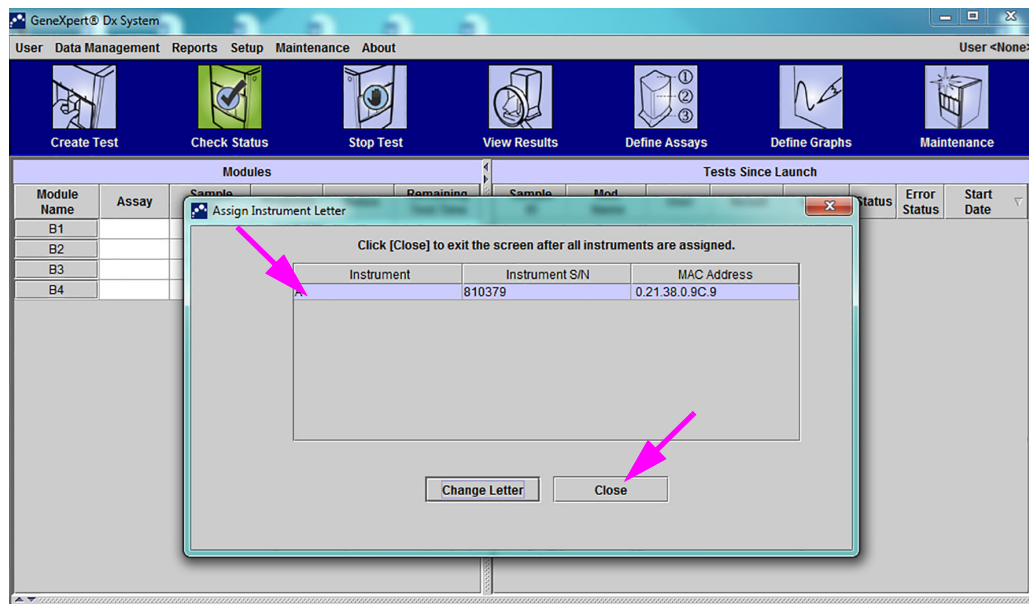

Figura 2-59. Fereastra sistemului GeneXpert Dx cu caseta de dialog Alocare literă instrumentului suprapusă
7. Faceți clic pe **Închidere (Close)** pentru a închide caseta de dialog Alocare literă instrumentului (Assign Instrument Letter) (consultați Figura 2-59). Caseta de dialog Alocare literă instrumentului (Assign Instrument Letter) va indica alocarea noii litere instrumentului pentru module.